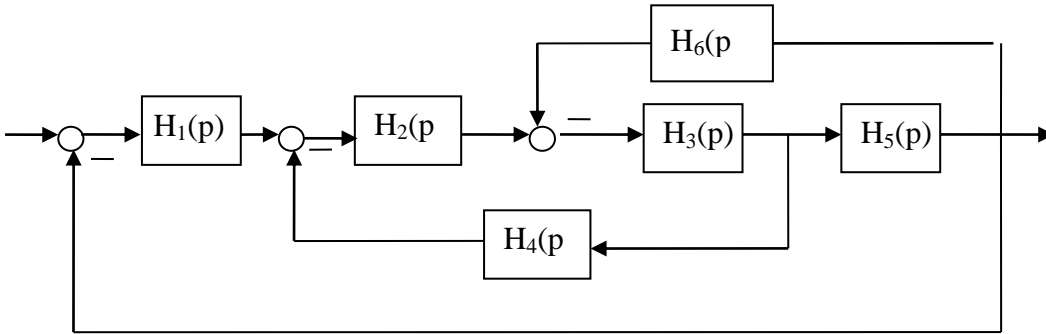

Рис. 1, где  $H_1(p)=k_1/(T_1p+1)$ ,  $H_2(p)=k_2/(T_2p+1)$ ,  $H_3(p)=k_3/p$ ,  $H_4(p)=k_4$ ,  $H_5(p)=k_5$ ,  $H_6(p)=k_6 p$ .
1. Выполнить структурное преобразование линейной системы (привести её к эквивалентной одноконтурной), которая приведена на рис. 1. Написать выражение для передаточной функции разомкнутой системы.
2. . Определить выражение для расчета средней квадратической ошибки регулирования для системы на рис. 1 при действии возмущения F. Спектральная плотность возмущения описывается выражением  $S_F(\omega) = \frac{2DT}{|1+Tp|^2}$ . При вычислении интеграла спектральной